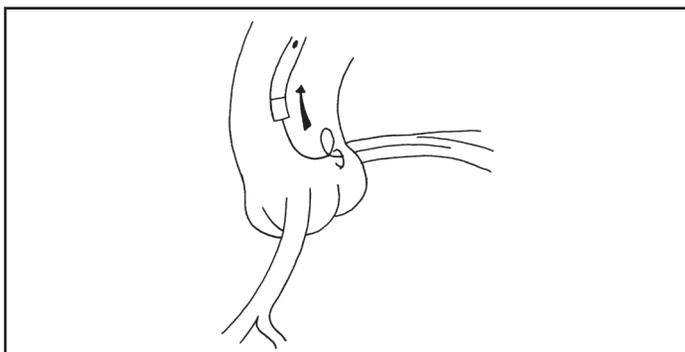

Figure 2.
Étape 1. Tirer légèrement le cathéter guide en arrière jusqu'à ce qu'il sorte de l'ostium (voir la figure 2).